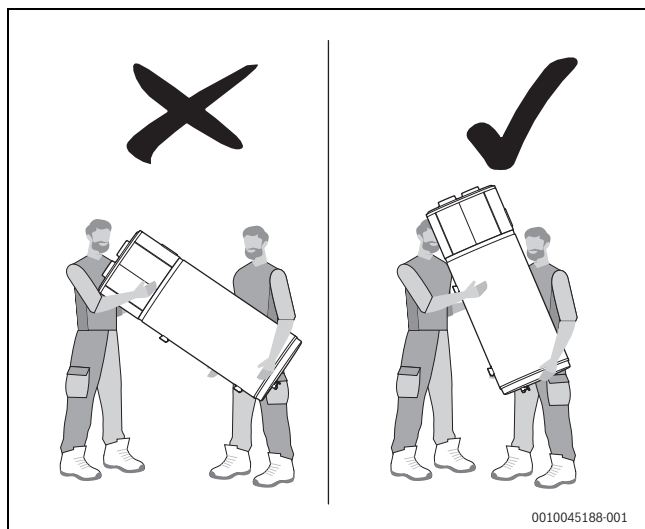

Fig. 8
- ▶ Non afferrare l'apparecchio dai pannelli decorativi superiori (Fig. 8).